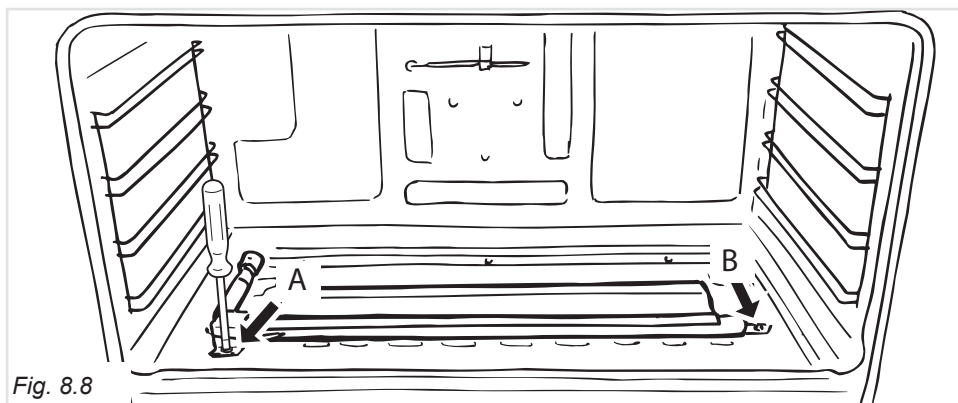

Fig. 8.8
- Svitare e togliere la vite **A** che fissa il bruciatore (fig. 8.8).
- Allentare la vite **B** (fig. 8.8).